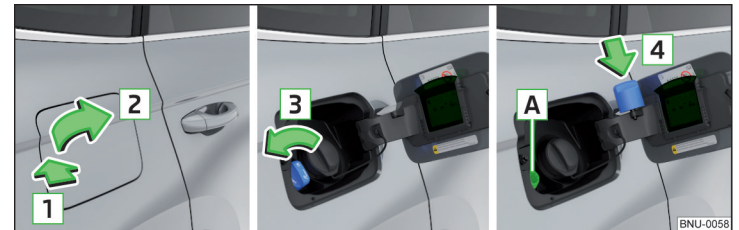

Abb. 304 Tankklappe aufklappen / Tankverschluss herausdrehen / Tankverschluss auf die Tankklappe stecken
- › Auf die Tankklappe in Pfeilrichtung **1** drücken und diese in Pfeilrichtung **2** aufklappen » Abb. 304.